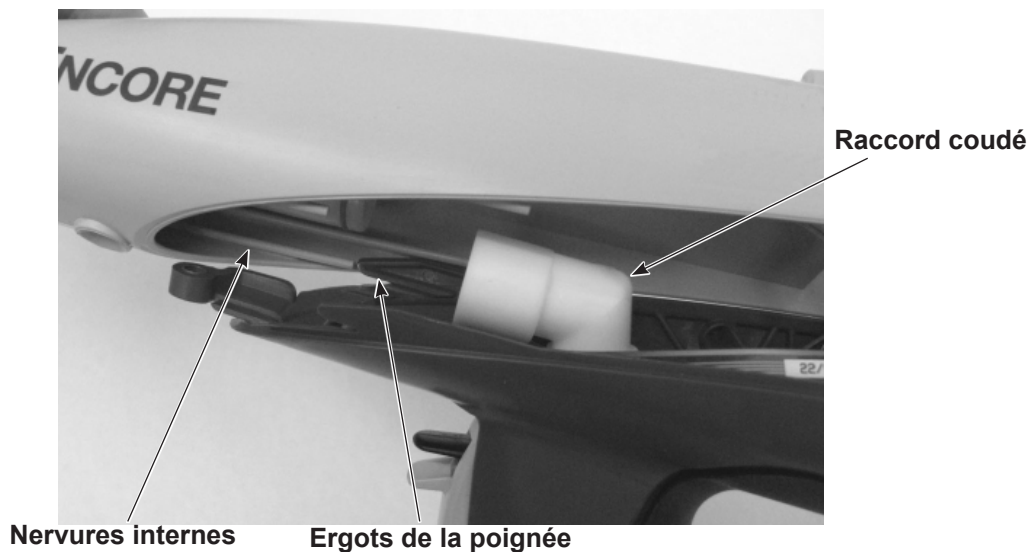

Figure 6-5 Montage du corps du pistolet sur la poignée
1. Voir la Figure 6-5. Aligner le corps du pistolet avec la poignée et les glisser ensemble en faisant coïncider les nervures internes du corps du pistolet avec les ergots dans la poignée.